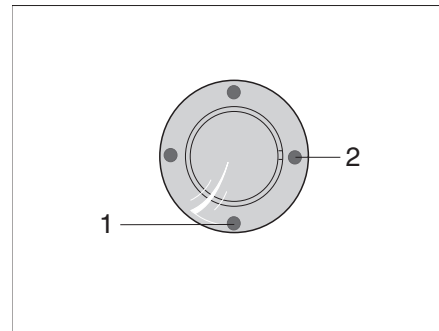
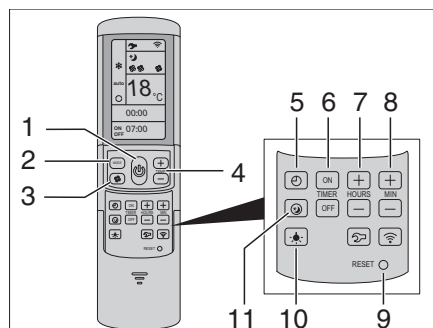

Fig. 123 Ricevitore IR/Indicatore di funzionamento
Fig. 124 Telecomando
L'impianto di climatizzazione si trova sul tetto del veicolo. Il telecomando (Fig. 124) dell'impianto di climatizzazione si trova nella zona cucina.
- Collegare il veicolo all'alimentazione a 230 V. L'impianto di climatizzazione è pronto a funzionare. Il LED blu (Fig. 123,1) è acceso.
- Per accendere, premere il tasto (Fig. 124,1) del telecomando. Il LED blu (Fig. 123,1) lampeggia.
- Impostare la modalità di funzionamento desiderata con il tasto MODE (Fig. 124,2).
- Se necessario, con il tasto (Fig. 124,3) impostare il livello della ventola e con i tasti (Fig. 124,4) la temperatura ambiente desiderata.
Al raggiungimento della temperatura impostata sul telecomando, il LED blu (Fig. 123,1) si spegne, il compressore si spegne e la ventola di ricircolo continua a funzionare.
- Per spegnere, premere di nuovo il tasto (Fig. 124,1) del telecomando.
- Per la programmazione, accendere l'impianto di climatizzazione con il tasto (Fig. 124,1) del telecomando.
- Con il tasto (Fig. 124,2) impostare la modalità di funzionamento desiderata e con i tasti (Fig. 124,4) la temperatura ambiente.
- Con i tasti (Fig. 124,6) selezionare l'azione desiderata:
- Con i tasti (Fig. 124,7 e 8) selezionare il tempo di commutazione desiderato (da 15 minuti a 24 ore).
- Confermare le impostazioni con il tasto "ON" o "OFF" (Fig. 124,6).